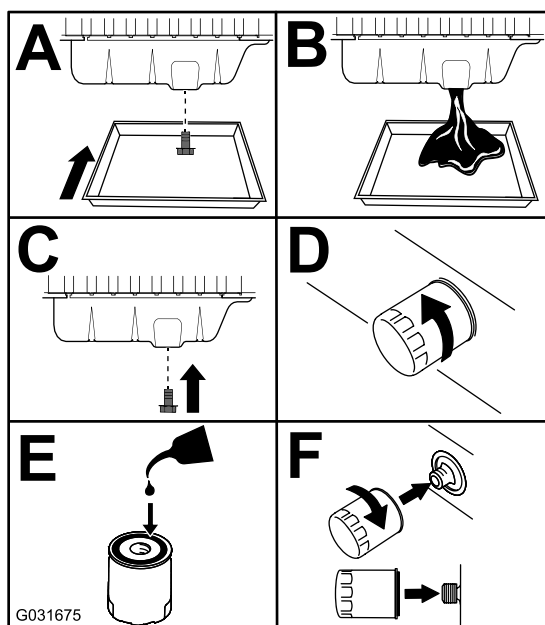

Figura 68
3. Sostituite l'olio motore e il filtro (Figura 68).